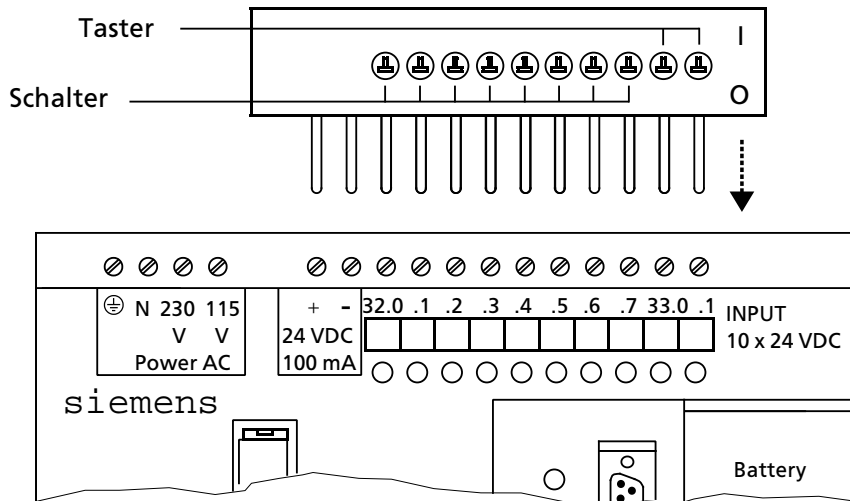

Bild 1.7 Montieren des Simulators auf das S5-90U
2. Stecken Sie den Simulator auf das AG (→ Bild 1.7).